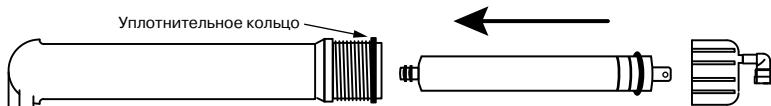

Рис. 12
4. Достаньте мембранию из пластикового пакета и установите ее в колбу (направление установки: двумя резиновыми кольцами — внутрь колбы, см. **рис. 12**), предварительно смазав резиновые уплотнения мембранны тонким слоем силиконовой смазки.